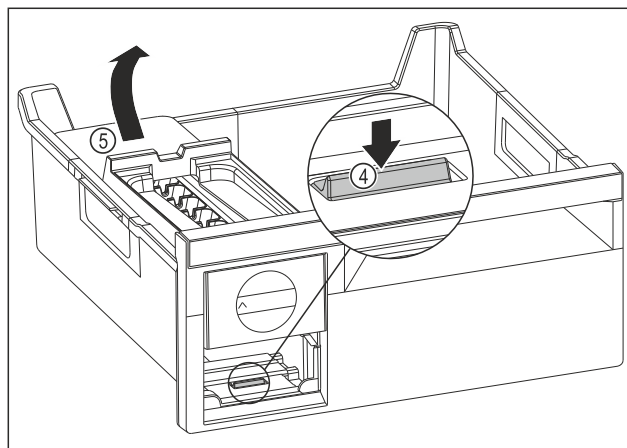

Fig. 105
- ▶ Izvadite tijelo sustava EasyTwist-Ice: Pritisnite jezičak Fig. 105 (4) prstom prema dolje i istovremeno drugom rukom podignite tijelo sustava EasyTwist-Ice Fig. 105 (5) straga.